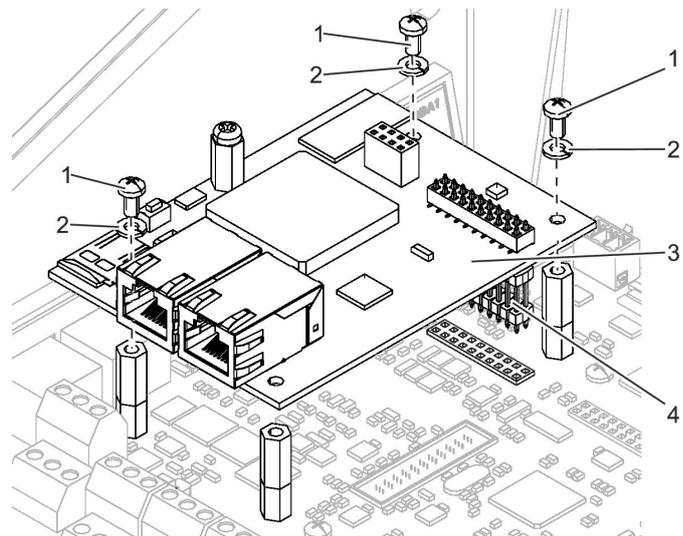

Abb. 49: Erweiterungsmodul EM-IP demontieren
5. ▶ Befestigungsschrauben (Abb. 49/1) und Federringe (Abb. 49/2) entfernen und Erweiterungsmodul EM-IP (Abb. 49/3) mit Verbindungsstiftleiste (Abb. 49/4) entnehmen.